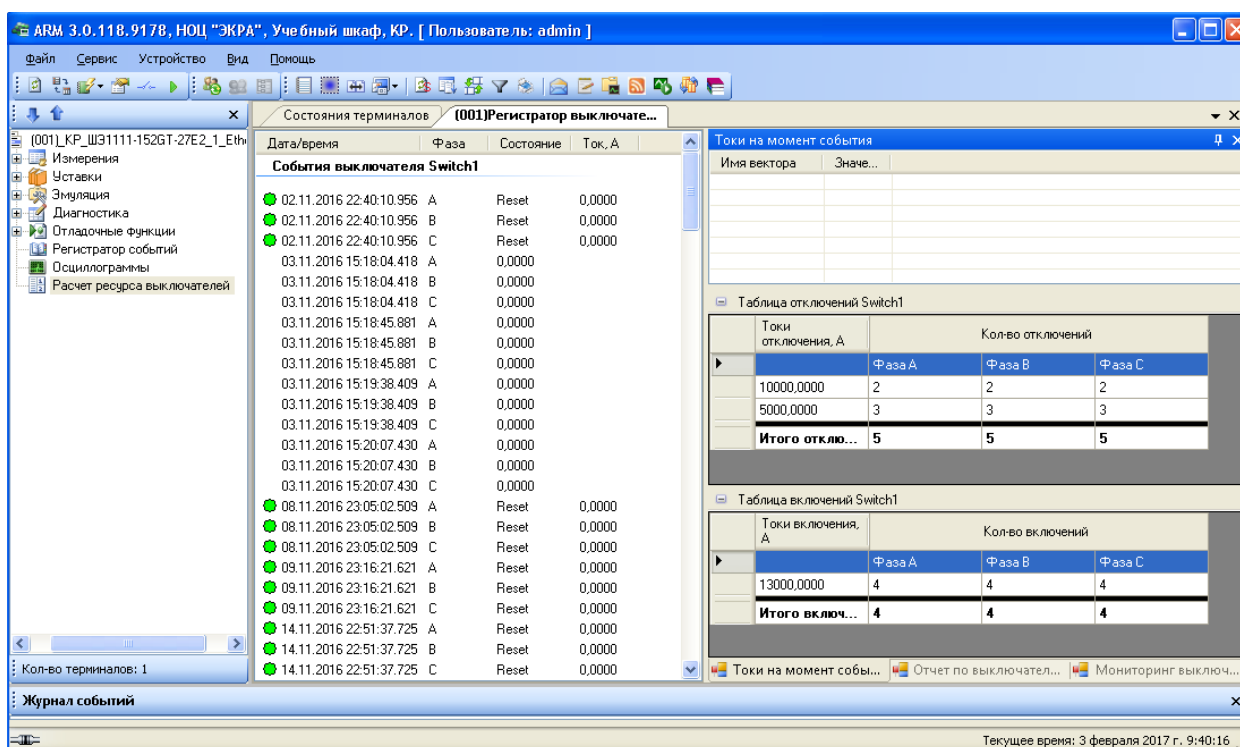

Рисунок 2.131
Окно **Расчет ресурса выключателей** (см. рисунок 2.131) позволяет просмотреть:
– Токи на момент события – отображает значения сохраняемых векторов на момент события. Также отражены таблицы отключений и включений **на текущий момент**, а не на момент события (см. рисунок. 2.131);